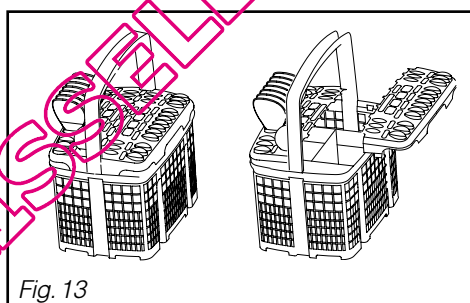

Fig. 13
**Des grilles amovibles sont à votre disposition si vous souhaitez un chargement des couverts ordonné** (Fig. 13).